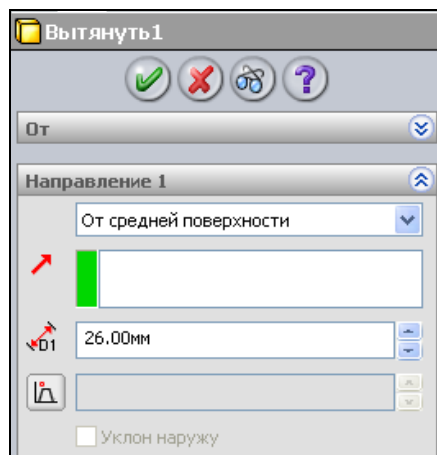

Рис. 2.26. Вытягивание эскиза
3. Далее построим основу шатуна, для чего не выходя из режима рисования эскиза вызовите команду  — **Вытянутая бобышка/основание** из панели инструментов **Элементы** или из главного меню **Вставка | Бобышка/Основание | Вытянуть**. В **Менеджере свойств** откроется диалоговое окно **Вытянуть**, в котором задайте вытягивание материала в режиме **От средней поверхности** на расстояние, например, 26 мм (рис. 2.26). В этом случае вытягивание произойдет в обе стороны от плоскости построений **Спереди** на расстояние 13 мм. Для принятия команды нажмите кнопку **ОК** . Получится твердотельная модель основы шатуна.